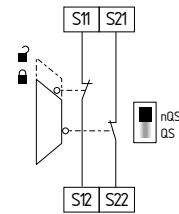

Fig. 13
**Circuito de monitorización de un resguardo de seguridad de dos canales con dispositivo de seguridad con enclavamiento según EN ISO 14119 (véase fig. 13)**